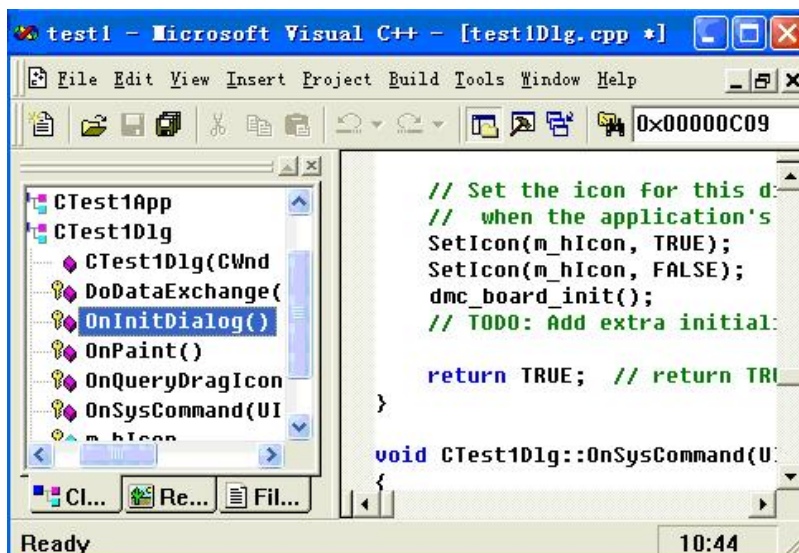

图 5.9 程序增加初始化函数
11) 在 CTest1Dlg::OnInitDialog()函数中添加代码：dmc_board_init_eth(); 如图 5.9。